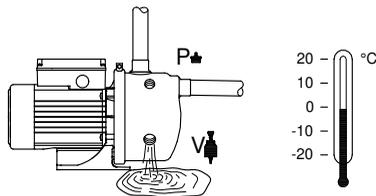

Fig. 8 Tømming af pumpen
Afmontér proppen (P) og proppen eller ejektorventilen (V) for at tømme pumpen. Se fig. 8.